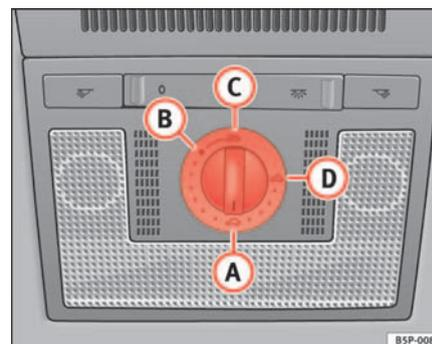

Fig. 72 Dettaglio del rivestimento interno del tettuccio: manopola per l'azionamento del tettuccio
- Ruotare la manopola sulla posizione **A** ⇒ pag. 109, fig. 72 ⇒ .